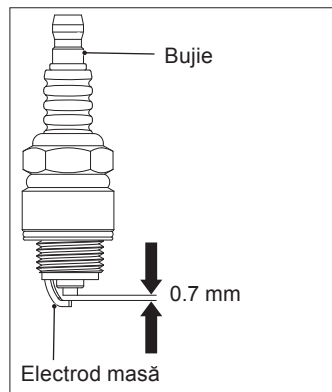

Fig. 48
7. Verifică distanța dintre electrozii bujiei. Ar trebui să fie de 0,7 mm (Fig. 48).